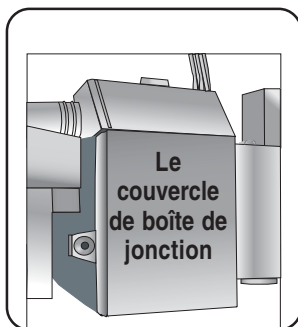

Figure 14
- 1 Retirer le couvercle de la boîte de jonction, **figure 14**, en soulevant le couvercle et en l'enlevant.